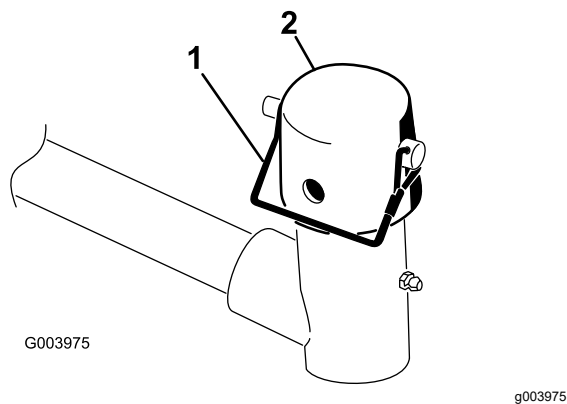

Figura 9
9. Retire el pasador de seguridad y el tapón de la horquilla de pivote del brazo de elevación (Figura 9).
Nota: Utilice la ranura si se desea que la unidad de corte sea dirigible, y utilice el taladro si la unidad de corte va a quedar bloqueada en una posición fija (Figura 9).